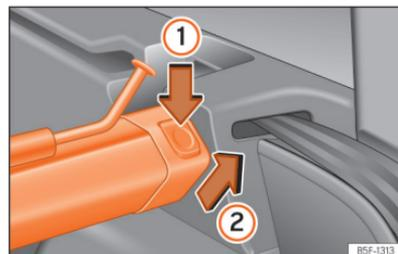

Fig. 188 Na bagageira: desmontar a rede de separação.
- Pressione o botão de desbloqueio esquerdo ou direito >>> Fig. 188 no sentido da seta ①.
- Retire a carcaça do suporte no sentido da seta >>> Fig. 188 ②.
- Pressione a carcaça nos suportes esquerdo e direito no sentido contrário ao da seta >>> Fig. 188 ② até que encaixe. As marcas vermelhas dos botões de desbloqueio não se devem ver.